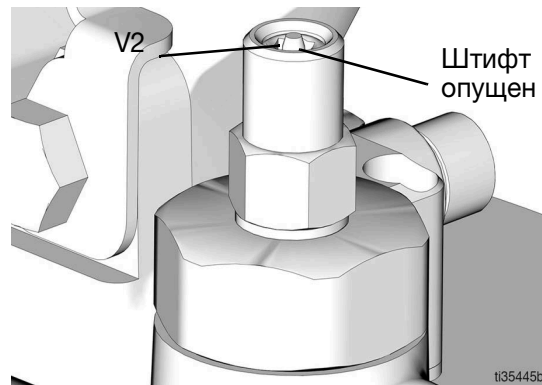

Рис. 14
2. Убедитесь в том, что штифт клапана защиты от переполнения (V2) опустился в исходное положение — произошел сброс штифта (Рис. 14).